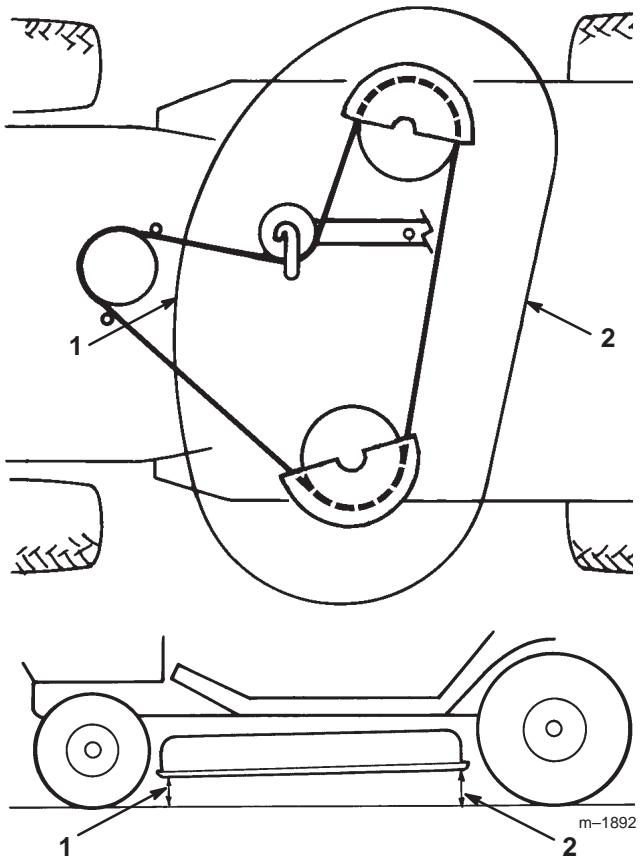

Bild 50
6. Messen Sie zur Kontrolle der Schnittmesserneigung in Längsrichtung den Abstand zwischen der Schneidwerkunterseite (Mitte vorne und Mitte hinten) und der ebenen Oberfläche (Bild 50). Wenn die Vorderseite nicht 3,5–10,5 mm tiefer liegt als die Hinterseite, ist eine Einstellung erforderlich.
9. Kontrollieren Sie, wenn Sie beide Sicherungsmuttern der Augenbolzen gleichmäßig eingestellt haben, die Schnittmesserneigung erneut in Längsrichtung. Fahren Sie mit der Einstellung der Augenbolzen fort, bis die vordere Schnittmesserspitze um 0–9,2 mm tiefer liegt als die hintere Spitze (Bild 50).